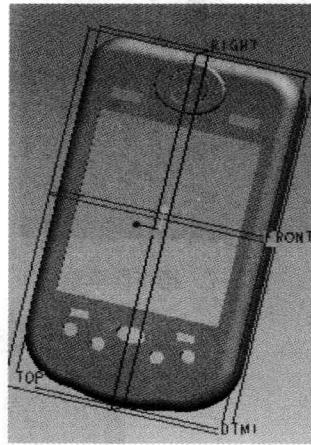

图 1-13 掌上电脑前盖造型
(7) 按键位置设计 按键主要通过拉伸功能来绘制，在草绘器下一定要注意各个图形的尺寸定位，保证绘图准确性，在拉伸预览状态下观察拉伸的方向是否合理。掌上电脑前盖造型如图 1-13 所示。